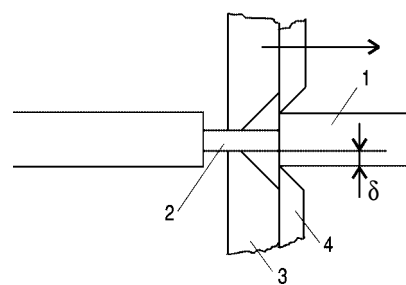

рис.9
**Соб зачистки провода от изоляции.** Вначале с изолированного провода 1 (рис.9) снимают узкую полоску изоляции, при этом образуется кольцевая канавка с неизолированной жилой 2. Затем на эту канавку надевают инструмент, состоящий из кольцевого скребка 3, входящего в канавку, и кольцевого ножа 4, частично входящего в изоляцию. Лезвия ножей отстоят от жилы 2 на определенное расстояние  $\delta$ . Перемещение инструмента по направлению, указанному стрелкой, приводит к снятию изоляции.